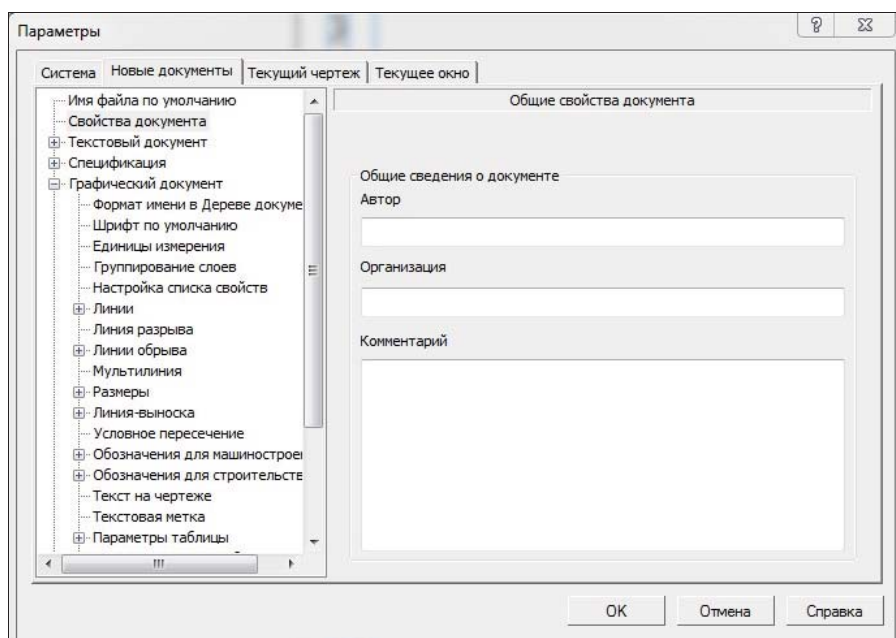

Рис. 17.14. Диалоговое окно **Параметры** с открытой панелью **Общие свойства документа**
- ◆ щелкните ЛК мыши по пункту **Свойство документа**. В правой части появилась панель **Общие свойства документа** (рис. 17.14). На этой панели предлагается заполнить свойства документа, отсутствующие по умолчанию: имя автора, организацию и комментарий. Заполните строчку **Автор**. В этом случае система автоматически будет в свойствах чертежа ставить имя автора и организацию;